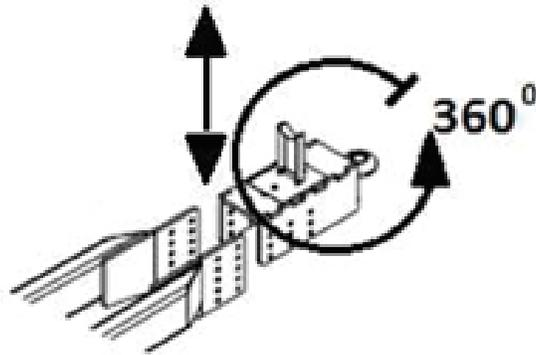

Figura 6- El conector giratorio de la abonadora
- La figura 6 muestra cómo ubicar el enganche en la barra de tiro.
El ojo de la barra de tiro se puede girar 360° para permitir un ajuste máximo. (Figura 6)